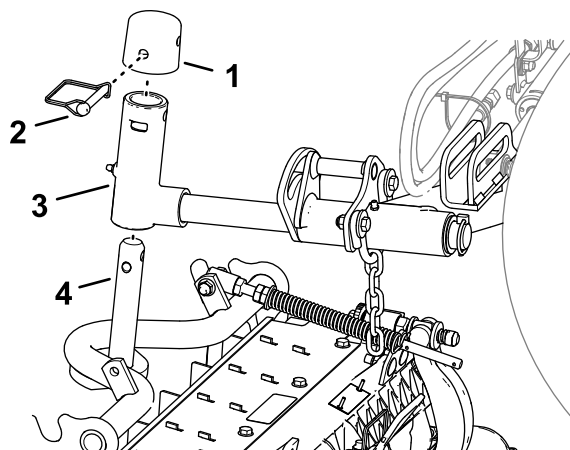

Рисунок 15
1. Подведите режущий блок под подъемный рычаг (Рисунок 15).